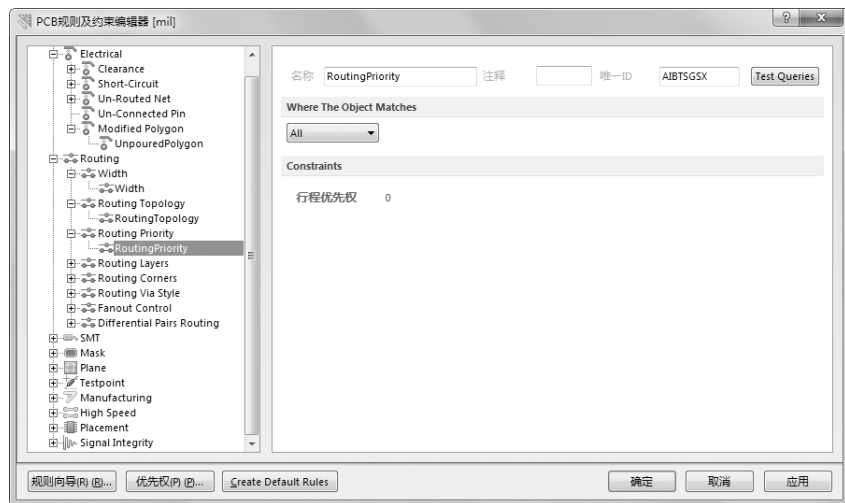

图 9-10 “Routing Priority” 规则的设置对话框
(3) “Routing Priority”（布线优先级规则）：用于设置布线优先级，如图 9-10 所示为该